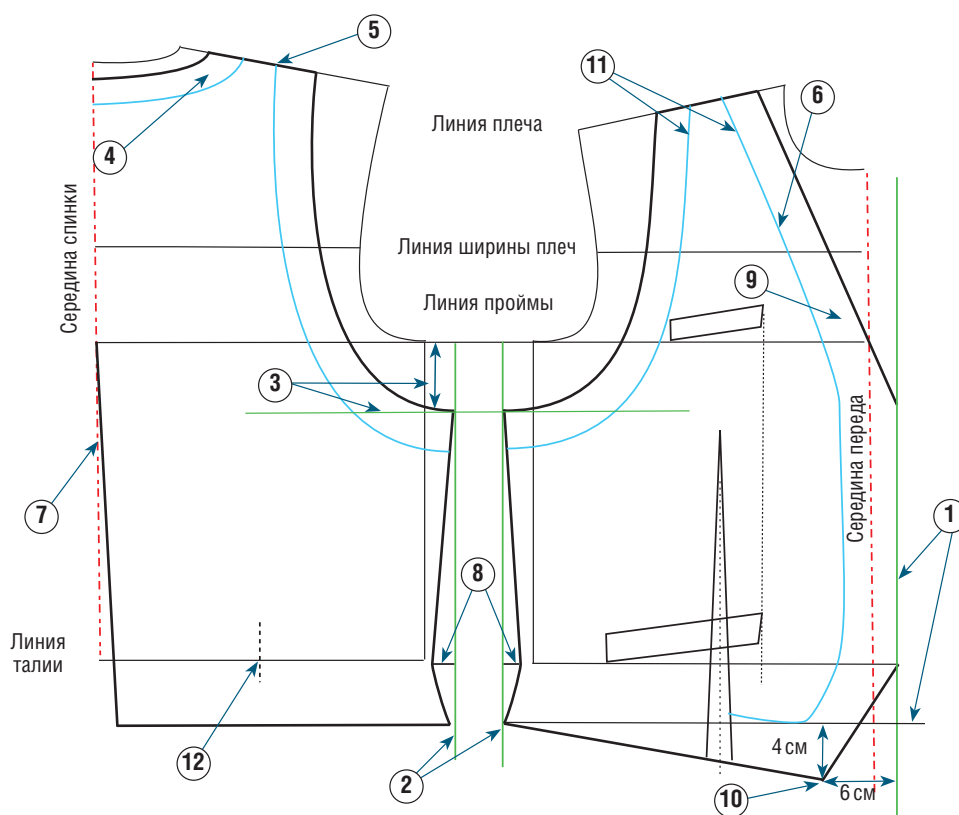

Рис. 1
Прежде всего нужно сделать базовую выкройку (на рис. 1 она размечена тонкими черными линиями) на основе стандартных или индивидуальных мерок (см. с. 20). В этот базовый чертеж далее можно будет внести необходимые изменения, которые позволят получить выкройку предлагаемой модели (обозначена толстыми черными линиями), и сделать в нем необходимые расширения на свободное облегание (отмечены зелеными линиями), подборты и обтачки (отмечены голубыми линиями).
⑥ На линии плеча полочки выполните расширение выреза, как на спинке (около 3 см), а затем начертите новую линию плеча такой же длины, как линия плеча спинки. После этого обозначьте пройму, соединив с высотой опущенной проймы. Определите глубину выреза горловины на линии середины переда, полученную точку соедините прямой линией с боковой точкой горловины.
⑦ Сделайте вытачку на середине спинки, начав ее от линии проймы и отступив по линии талии 1,5 см от линии середины спинки.
⑧ Постройте боковые вытачки: на спинке с раствором 1,5 см, на полочке – 2 см.
⑨ На полочке сделайте талиевую вытачку, отложив ее на расстоянии от линии середины переда, равном $1/8$ части обхвата груди (например, при обхвате груди = 96 см искомое расстояние составит $96 : 8 = 12$ см). Длина талиевой вытачки составляет 15–17 см, величина раствора – 2 см.
⑩ Определите точку середины переда, как это показано на рис. 1: она располагается примерно на 4 см ниже нижней линии жилета и на расстоянии около 6 см от наружного края полузаноса.
⑪ На расстоянии примерно 3–5 см начертите параллельные кривые, обозначающие вырез и пройму полочки и спинки, для создания формы обтачек и подбортов (на рис. 1 отмечены голубыми линиями). Чтобы облегчить соединение с подкладкой, закруглите углы внутреннего края подборта по линии середины переда.
В большинстве случаев нижний карман размещается на линии талии, а верхний – на уровне проймы (см. рис. 1 на с. 33).